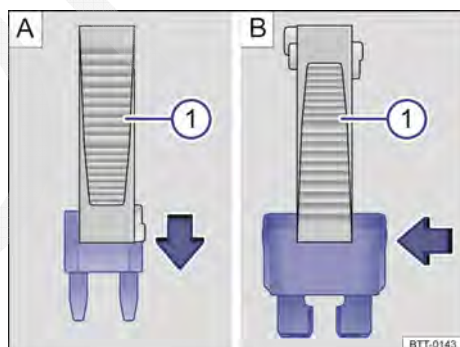

Fig. 192 Remover ou instalar um fusível usando a garra da pinça de plástico ①.
- Se necessário, tirar a pinça de plástico → Fig. 192 ① da cobertura da caixa de fusíveis.
- No caso de *fusíveis pequenos*, encaixar o clipe ① por cima ②.
- No caso de *fusíveis maiores*, posicionar o clipe ① lateralmente sobre o fusível ②.
- Caso o fusível esteja queimado, substituir o fusível por um novo da *mesma* intensidade (mesma cor e inscrição) e do *mesmo* tamanho → ①.